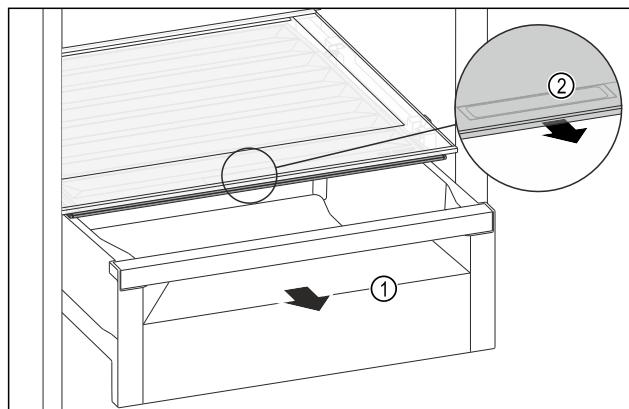

Fig. 98
- Schubfach *Fig. 98 (1)* herausziehen.
- Griffmulde *Fig. 98 (2)* am Fachdeckel anfassen und Fachdeckel gleichzeitig nach vorne ziehen.